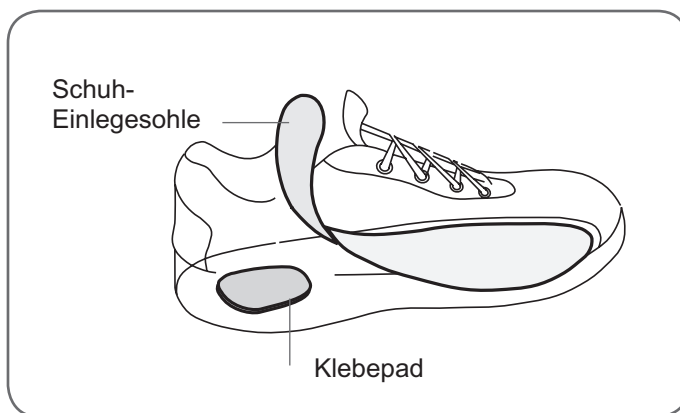

Abbildung 7-7: Anheben der Einlegesohle und Befestigung eines Klebepads
1. Heben Sie die Einlegesohle des Schuhs an, und befestigen Sie ein Klebepad unterhalb der Einlegesohle, an der Ferse des Schuhs. Achten Sie darauf, dass sich das Klebepad in genau der Position befindet, die ursprünglich von Ihrem behandelnden Spezialisten angepasst wurde (siehe Abbildung 7-7).